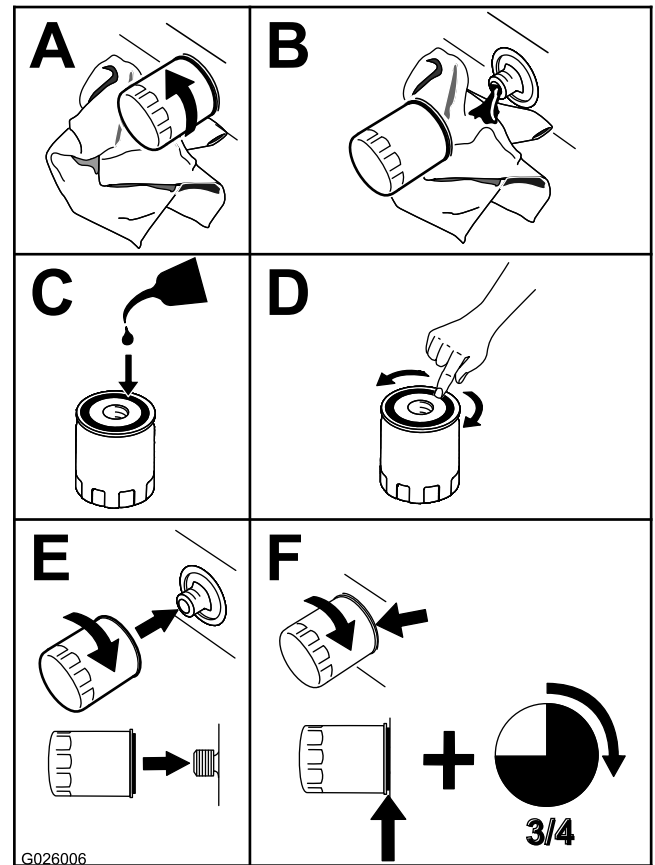

Figura 39
3. Sustituya el filtro de aceite del motor (Figura 39).